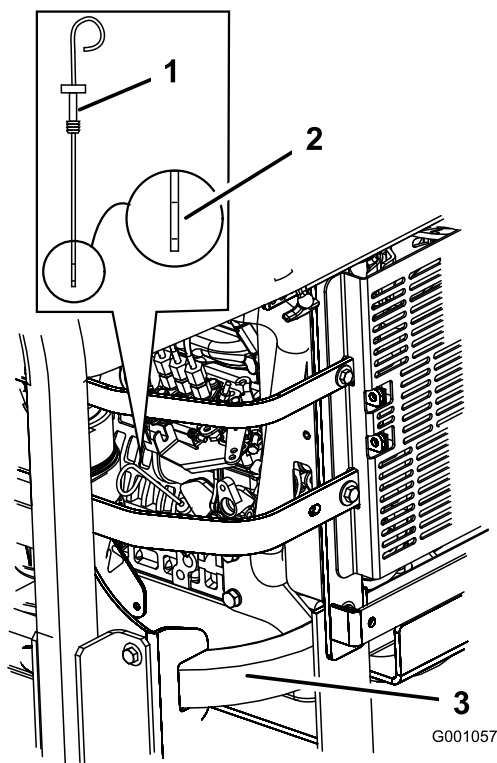

Figura 35
3. Limpie alrededor de la varilla de nivel de aceite (Figura 35) de forma que la suciedad no penetre por el orificio de llenado y cause daños en el motor.
4. Retire la varilla de aceite y limpie el extremo metálico (Figura 35).
5. Introduzca la varilla a fondo en el tubo de llenado. Retire la varilla y observe el extremo metálico (Figura 35). Si el nivel de aceite es bajo, vierta lentamente sólo la cantidad de aceite suficiente en el orificio de llenado para que el nivel llegue a la marca Lleno.